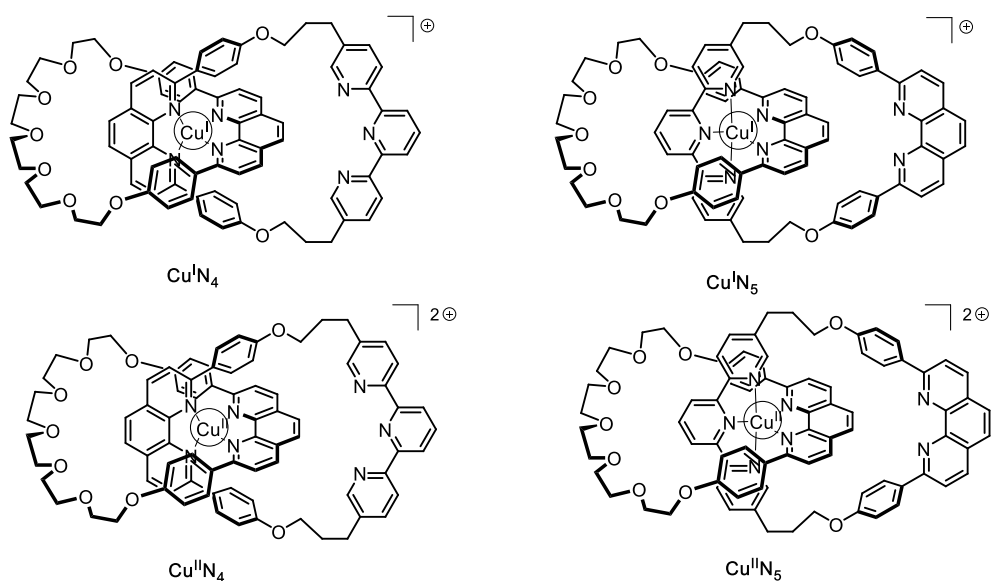

Fig. 2 – Estados del [2]catenano **L**
11. **Rellena** los casilleros sólidos con la designación de los complejos involucrados en la Fig. 2 y **completa** en los cuadros punteados la secuencia para alcanzar el control electroquímico del sistema